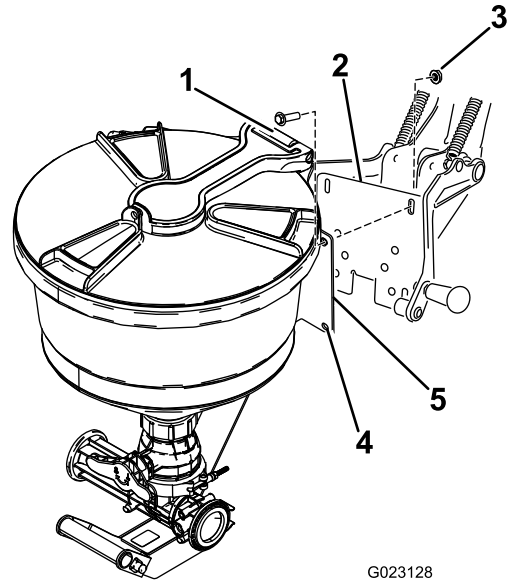

Figure 23
1. Placez les trous de la plaque de montage du mélangeur en face des fentes du cadre porteur du berceau (Figure 23).